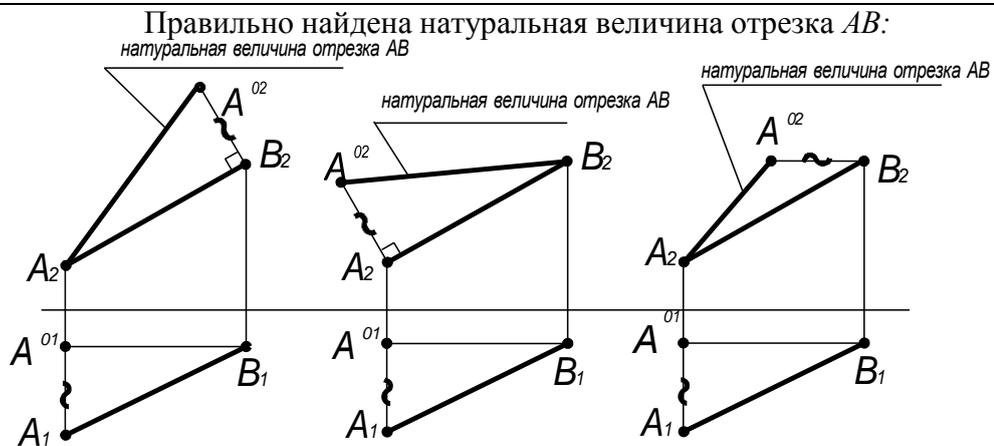

Рис.1
4	<p>Установите соответствие</p> <p>Рис.1 Рис. 2 Рис.3</p> <p>А. центральное проецирование В. ортогональное проецирование Б. прямоугольное проецирование Г. параллельное проецирование</p>
1. Рисунок 1